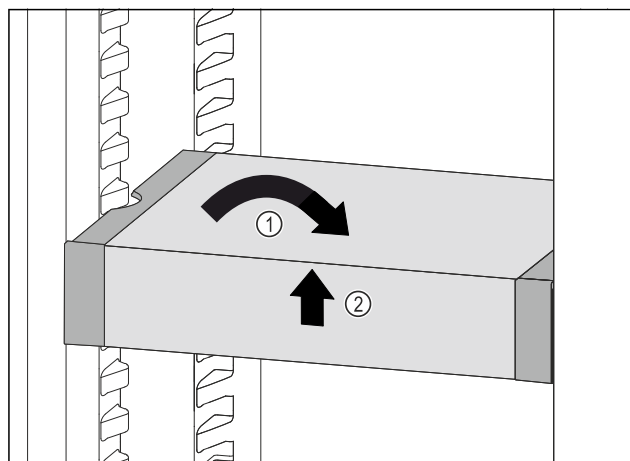

Fig. 108
- 将 VarioSafe 放平。 Fig. 108 (1)
- 抬起 VarioSafe 前部。 Fig. 108 (2)